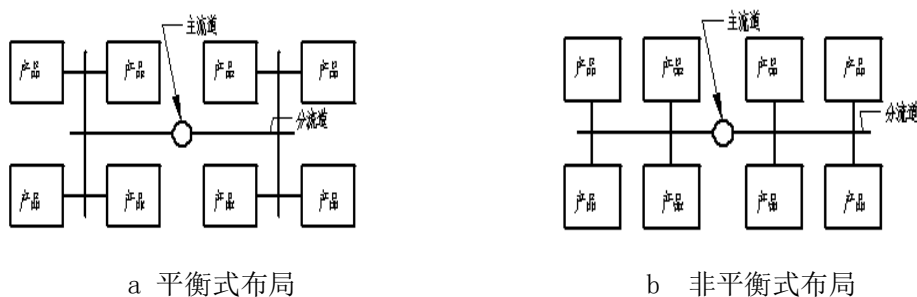

图 3-4 多腔产品进浇方式
5. 产品排位优先采用_____排布，这样有利于注塑机调机。当采用非平衡式排布时，应通过改变浇口的大小来调整注塑平衡。如图 3-4 所示